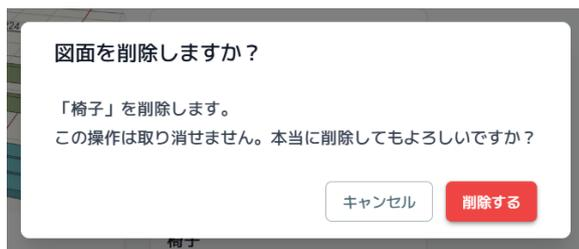

図 16-2 削除の確認ダイアログ
- ② 「削除」 ボタン 図面を削除します。削除の確認ダイアログ（図 16-2）が表示されます。